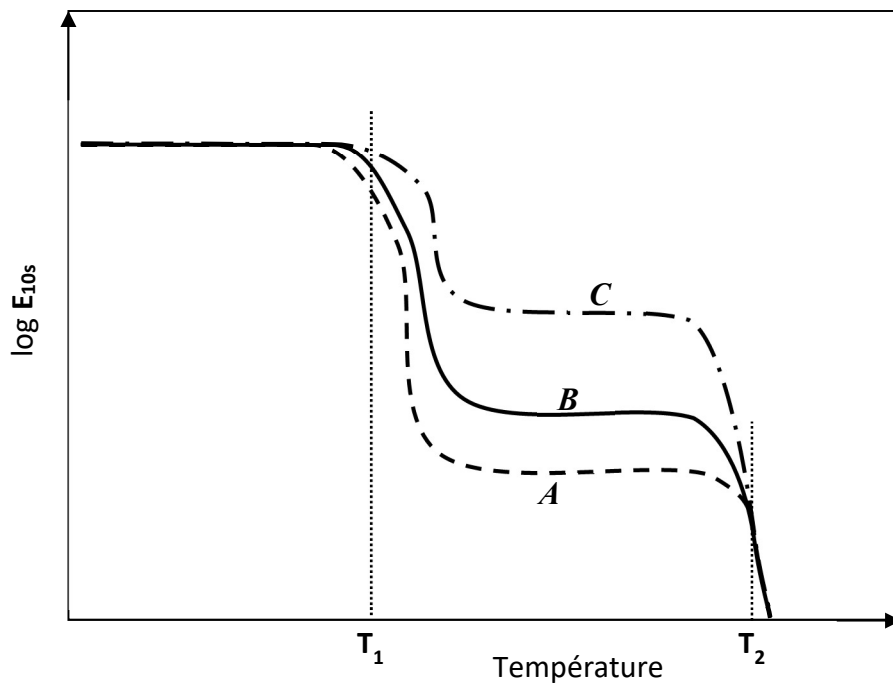

Figure 7 : Variation du module E_{10s} en fonction de la température pour 3 échantillons de nylon 6-6
La figure 7 représente schématiquement la variation du logarithme du module d'Young E_{10s} du nylon en fonction de la température pour 3 échantillons de nylon 6-6.
- e) Sachant que, sur la figure 7, la courbe **B** (en trait plein) est celle qui est associée à un échantillon ayant 18 % de cristallinité, associez respectivement les courbes **A** et **C** à un échantillon ayant 52 % de cristallinité et à un échantillon entièrement amorphe. Répondez dans la boîte de réponse ci-dessous et justifiez sur votre cahier. (3 points)